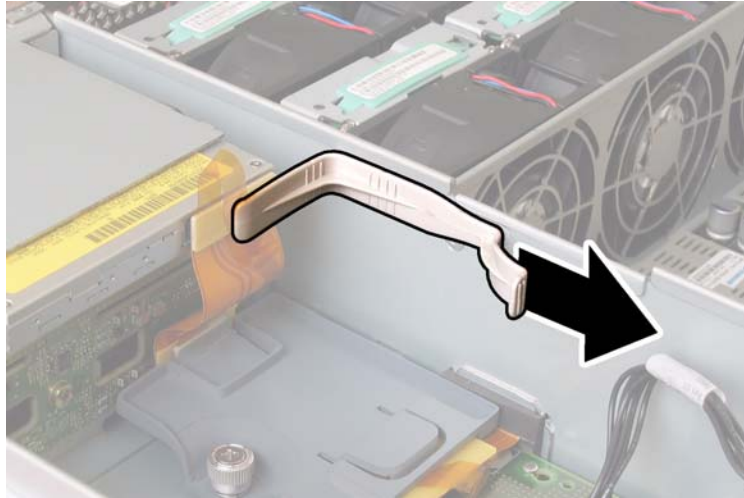

図 4-13 ケーブルリテーナの取り外し
6. 上部ケーブルリテーナをシャーシ中央の壁から取り外します。図 4-13 を参照してください。